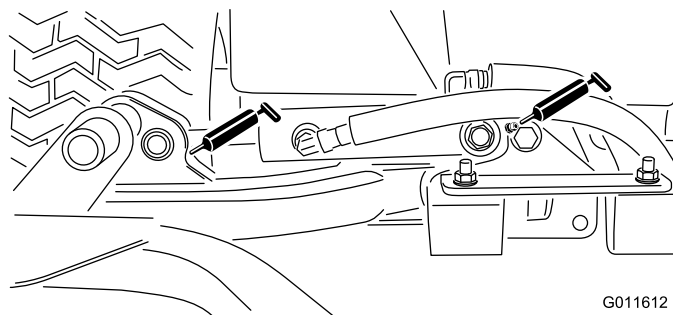

Figura 48
- Cilindros do braço de elevação da unidade de corte (2 de cada) (Figura 48)
- Articulações do braço de elevação (1 de cada) (Figura 48)